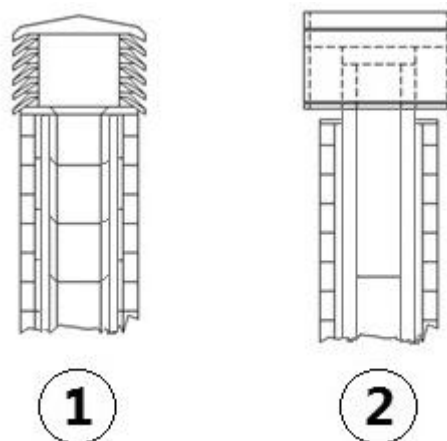

Fig. 4 - Extremos de chimenea antiviento
- AK. Controlar rigurosamente que haya sido instalada una cumbre o sombrero anti viento **Fig. 4** según las normas vigentes. Del terminal, cumbre o sombrero adecuado dependerá en gran medida la correcta evacuación de los humos y previene muchos problemas de instalación.
- Conducto de ventilación externo realizado enteramente en tubos inox aislados o sea con pared doble de mínimo Ø100/120 mm: todas las partes son bien ancladas al muro, con el extremo de chimenea antiviento (véase Fig. 4).